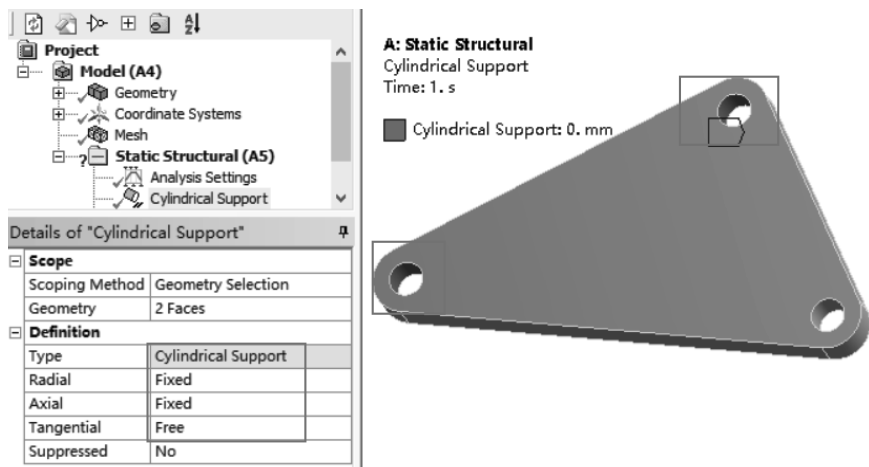

图 12-93 创建固定约束
(1) 单击【Static Structural (A5)】。
(2) 施加固定约束: 首先在标准工具栏中单击, 选择托架直角与对应长边角处孔内圆面, 然后在环境工具栏中单击【Supports】→【Cylindrical Support】→【Details of “Cylindrical Support”】→【Definition】→【Tangential】= Free, 其他默认, 如图 12-93 所示。